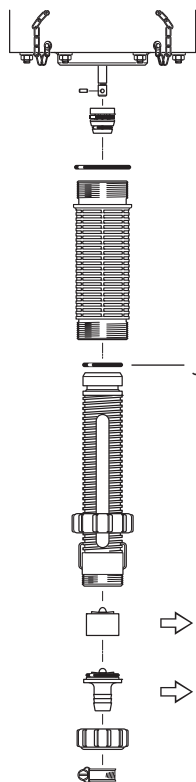

Fig. 16
- Engrasar la junta con silicona (Fig. 16-J).